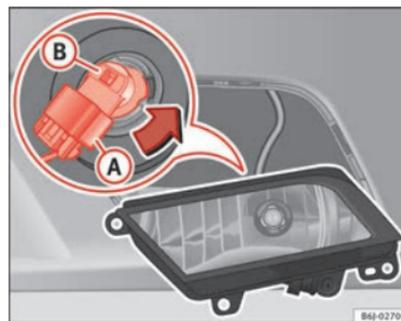

Fig. 161 Faro antiniebla
- Extraiga el conector ⇒ fig. 161 (A) de la lámpara.
- Gire el portalámparas ⇒ fig. 161 (B) a la izquierda y tire. ►